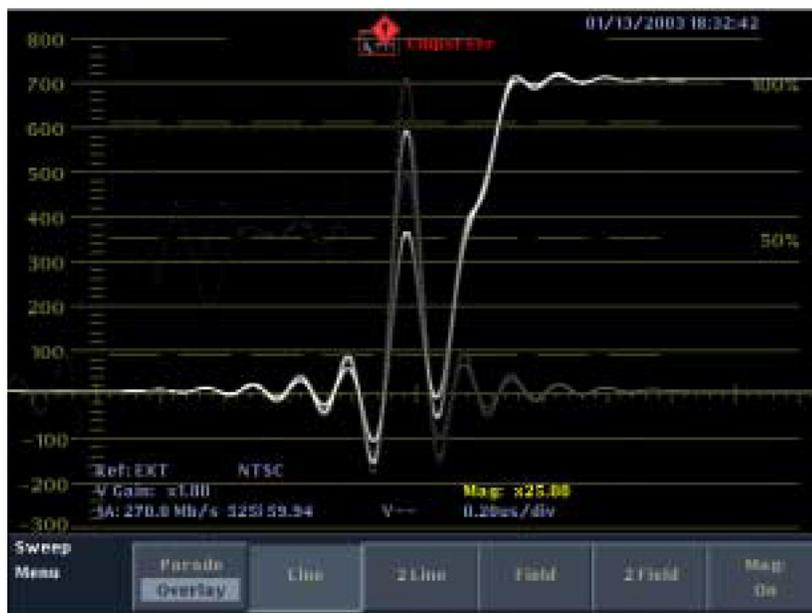

図 3-15 : パス・スルーを選択した Y チャンネルの XYZ パルス
4. [Configure]メニューの[Video Inputs/Outputs]サブメニューで、[Strip EAV/SAV]を[Pass]に設定します。このモードでは、図3-15に示すように、波形モニタに3FF、000、000、およびXYZの値を表示できます。